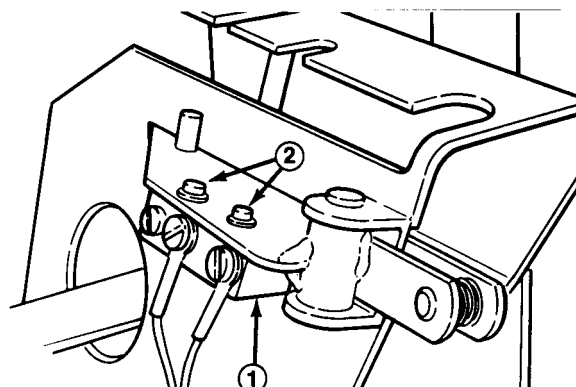

Fig. 14
2. Controllare l'interruttore della frizione (Fig. 14) con un tester di continuità od un ohmetro; se fosse danneggiato, sostituirlo. L'interruttore deve essere chiuso quando la leva del cambio è innestata, ed aperto quando si effettua il cambio fra folle, prima e seconda marcia.